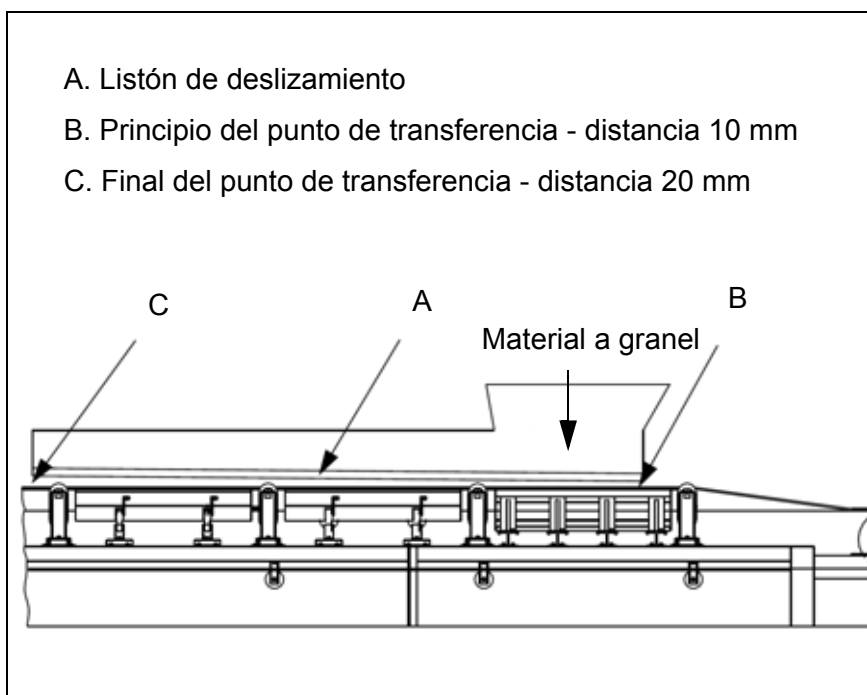
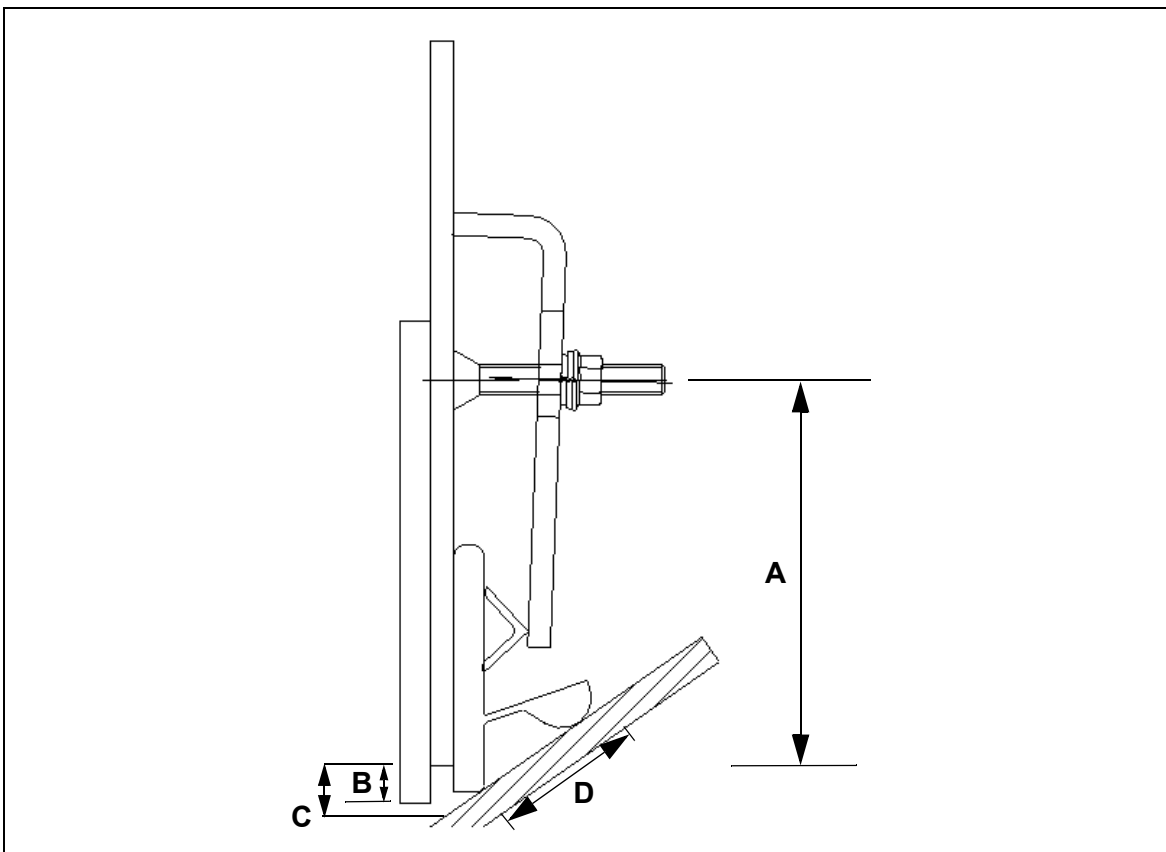

Fig. 1: Posición de la pared de la tolva y del listón de deslizamiento
Fig. 3: Dimensiones de la instalación del sistema de sellado lateral MARTIN® APRON SEAL™ (ejemplo)
1. El listón de desgaste MARTIN® DURT TAMER™ (A, fig.1) debe tener una distancia al principio del punto de transferencia de aprox. 10 mm (B, fig.1) con la cinta transportadora. Esta distancia se debe incrementar hasta aprox. 20 mm (C, fig.1) al final del punto de transferencia (para más detalles, véase punto C en la fig. 3 y tab. 2, página 15).